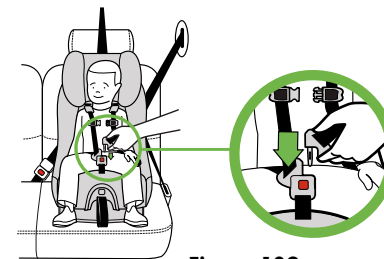

Figure 109
- Insérez les languettes de la boucle dans la boucle, une à la fois, tel qu'illustré dans la **Figure 109**. Un déclic devrait se faire entendre.